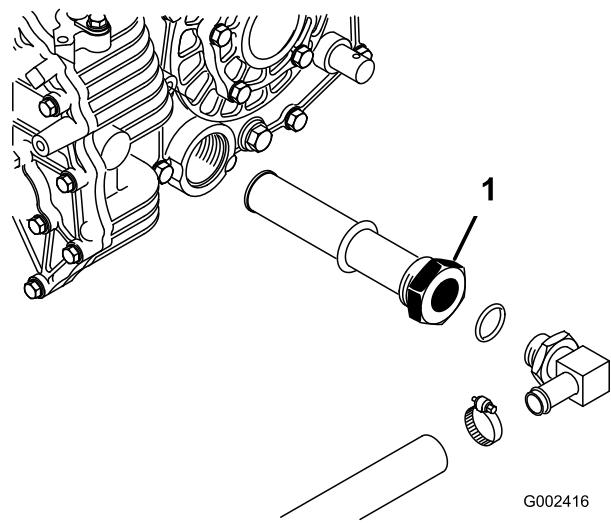

Figure 77
3. Notez l'orientation du flexible hydraulique et du raccord à 90° raccordé à la crête sur le côté du réservoir (Figure 77). Déposez le flexible hydraulique et le raccord à 90°.